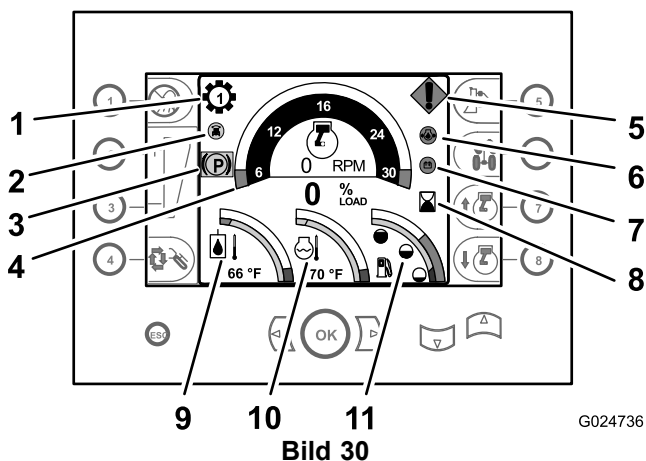
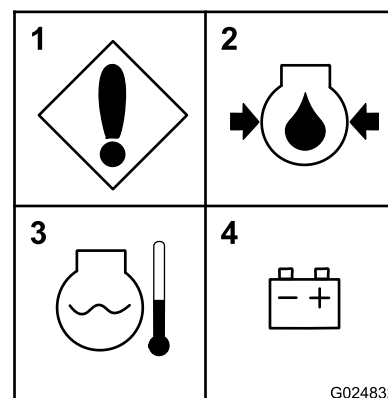

Bild 30
Bild 31
- **Ganganzeige:** Diese Anzeige zeigt den ausgewählten Gang im Getriebe an (Gang 1 bis Gang 4). Sie wird links über dem Tacho angezeigt (Bild 30).
- **Anzeige für das automatische Kippen 0** (optional Kit): Diese Ein/Aus-Anzeige gibt an, ob die automatische Kippfunktion aktiv ist. Die Anzeige für das automatische Kippen befindet sich direkt links unter der Ganganzeige (Bild 30).
- **Tachometer:** Der Tacho gibt die Motordrehzahl in Umdrehungen pro Minute an. Der Tacho wird oben in der Mitte des Command-Center-Displays angezeigt (Bild 30).
- **Betriebsstundenzähler:** Der Betriebsstundenzähler zeigt die Betriebsstunden des Motors an. Er wird im mittleren rechten Bereich des Command-Center-Displays, rechts neben dem Tacho, angezeigt (Bild 30).
- **Anzeige für die Hydrauliköltemperatur:** Diese Anzeige gibt die Betriebstemperatur des Hydrauliköls an; sie wird im unteren linken Bereich des Command Center-Displays angezeigt (Bild 30).
- **Anzeige für die Motorkühlmitteltemperatur:** Diese Anzeige gibt die Temperatur des Kühlmittels in der Motorkühlanlage an. Sie wird im unteren mittleren Bereich des Armaturenbretts angezeigt (Bild 30).
- **Anzeige für den Kraftstoffstand:** Diese Anzeige zeigt die restliche Kraftstoffmenge im Tank an; sie wird im unteren rechten Bereich des Command Center-Displays angezeigt (Bild 30).
- **Maschinen- oder Motordefekt:** Diese Meldung wird angezeigt, wenn die Maschine oder der Motor einen Defekt aufweisen. Die Ursache für den Defekt wird auf dem Diagnostikbedienfeld angezeigt (Bild 30 und Bild 31).
- **Niedriger Motoröldruck:** Diese Warnung wird angezeigt, wenn der Motor keinen oder einen niedrigen Öldruck hat (Bild 30 und Bild 31).
- **Motor überhitzt:** Diese Meldung wird angezeigt, wenn der Motor überhitzt ist (Bild 30 und Bild 31).
- **Prüfen der Lichtmaschine oder Batterie:** Diese Meldung wird angezeigt, wenn die Lichtmaschine die Batterie nicht auflädt (Bild 30 und Bild 31).